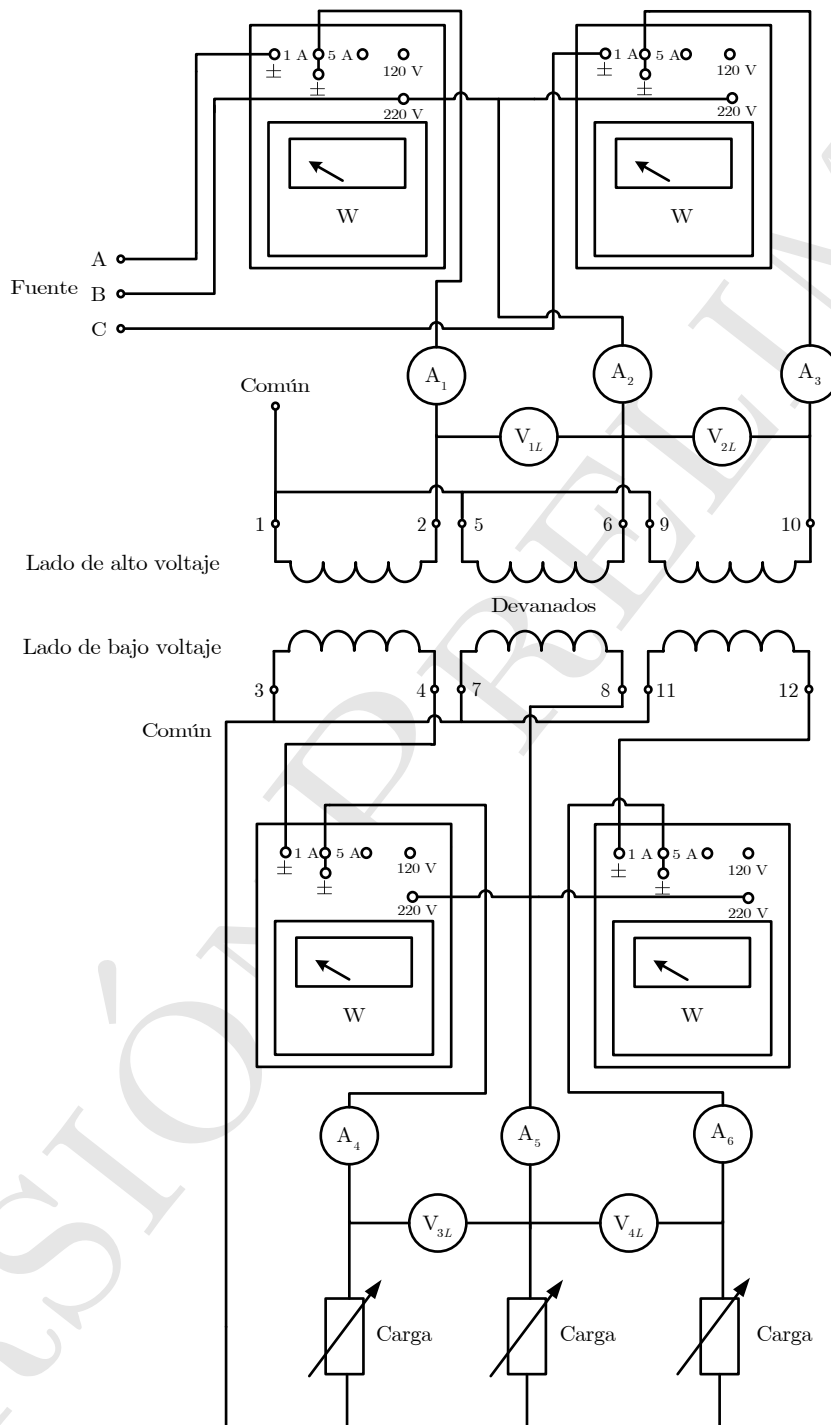

Figura 1: Transformador trifásico conexión estrella-estrella con carga.
- 2.1. Armar el circuito mostrado en la Figura 1. La carga trifásica balanceada tomará los valores de acuerdo a la Tabla 2.
- 2.3. Medir y anotar en la Tablas 3, 4 y 5, las lecturas tomadas de todos los instrumentos mostrados en la Figura 1 para cada tipo de carga. Las variables de las Tablas anteriores, corresponden al valor promedio de las mediciones. El subíndice 1 indica que se trata de mediciones realizadas en el lado primario, por su parte, el subíndice 2 indica que se trata de mediciones realizadas en el lado secundario. En caso de que las variables medidas del lado primario difieran entre sí en un 2%, no promediar los valores y anotarlos de manera individual. Con el mismo criterio, hacer lo mismo para las variables medidas en el lado secundario.